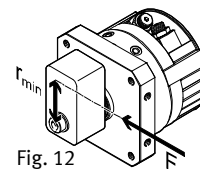

Fig. 12
- Убедитесь в том, что соблюдаются следующие условия (Fig. 12):